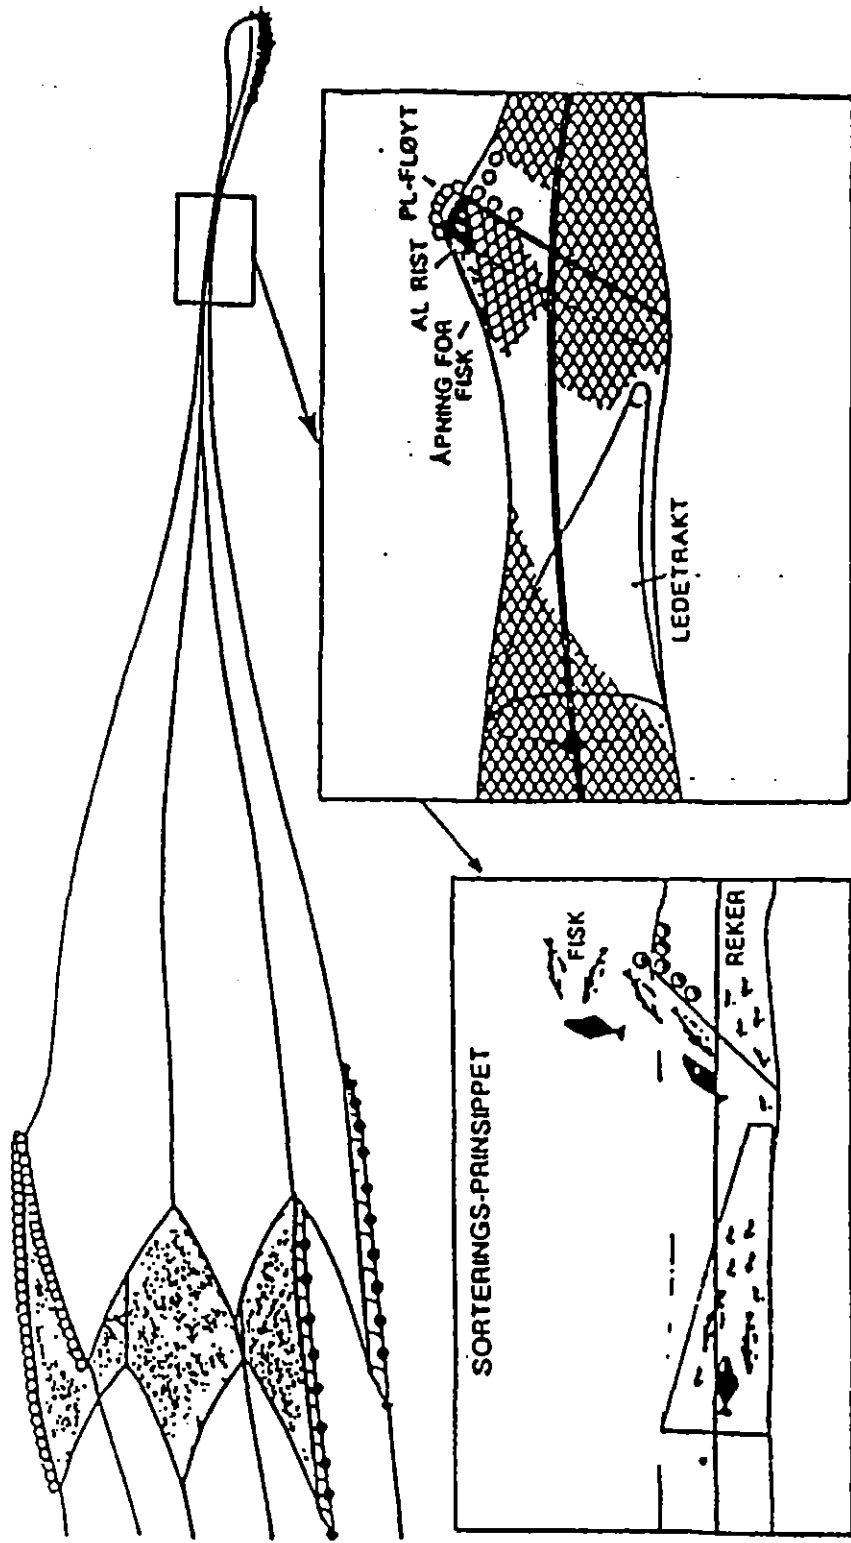

Fig.1
B. MONTERING (se fig. 1, 2a, 2b og 6).
11. Ledetunnel bør lages av polyetylen (PE) og maskevidden bør være så nært ned mot tillatt som mulig.